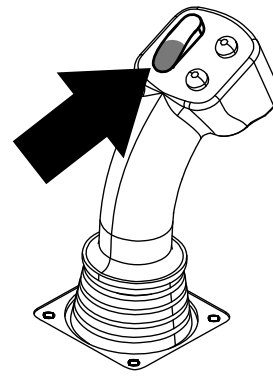
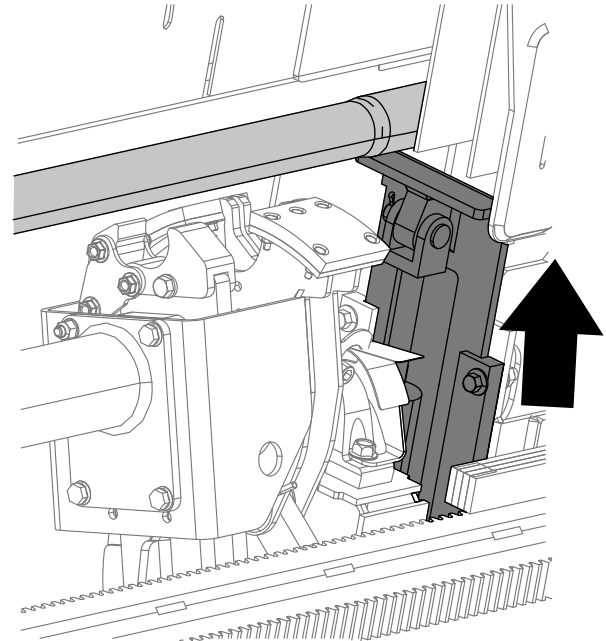

Bild 20
Bild 21
11. Halten Sie den unteren Teil des Kippschalters (Bild 20), bis der Heber das Rohr wieder in den Rohrkasten legt und die Nocke sich zur Ausgangsstellung dreht (Bild 21).